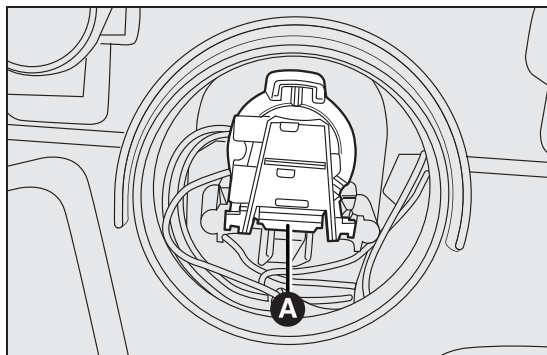

fig. 113
- ☐ druk op de vergrendeling A fig. 113 en verwijder de lamphouder;